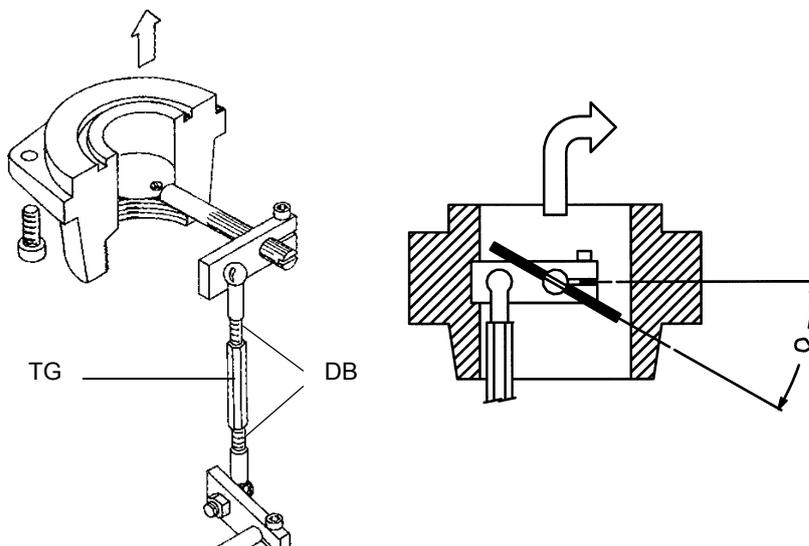

Fig. 32
- 9 Para variar el caudal del gas aflojar los dados **DB**, Fig. 32, y regular el rincón?? de apertura de la válvula de mariposa girando el tirante **TG**, la rotación horaria incrementa el caudal del gas, aquel antioraria la disminuye. El corte sobre el árbol de la válvula de mariposa indica el rincón de apertura medido con respecto del eje horizontal, Fig. 32. ????